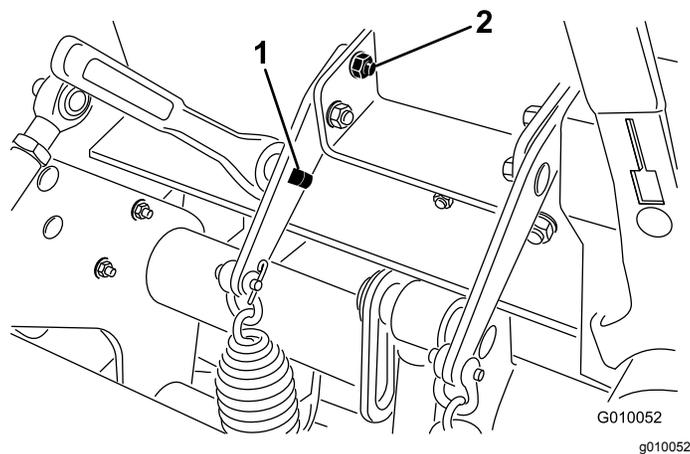

Bild 38
3. Setzen Sie einen 1/2"-Schlüssel oder ein Brecheisen in das rechteckige Loch in der Federplatte ein (Bild 38).